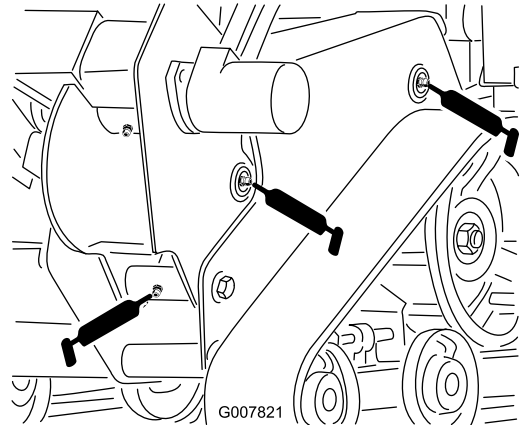
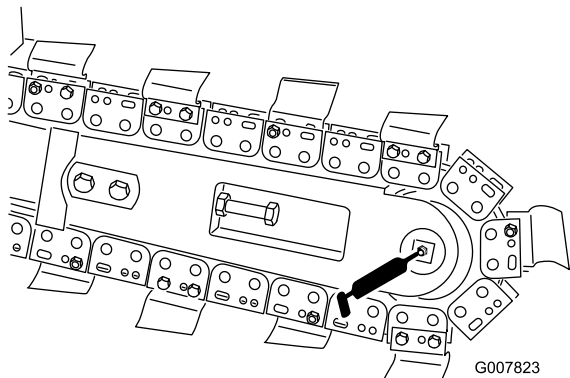

Figure 26
Figure 28
4. Raccordez une pompe à graisse à chaque graisseur (Figure 26 à Figure 28).